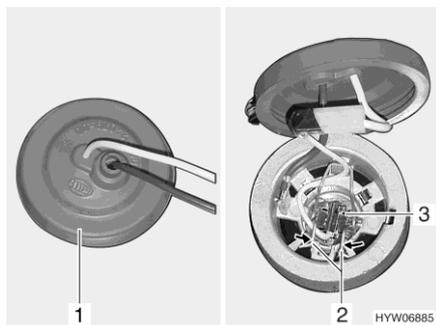

Fig. 162 Projecteur antibrouillard
- Retirer le capuchon en caoutchouc (Fig. 162,1) du boîtier de la lampe situé à l'arrière du projecteur antibrouillard.
- Basculer l'étrier métallique (Fig. 162,2) et le décrocher du support.
- Retirer l'ampoule (Fig. 162,3) et le câble du boîtier de la lampe.